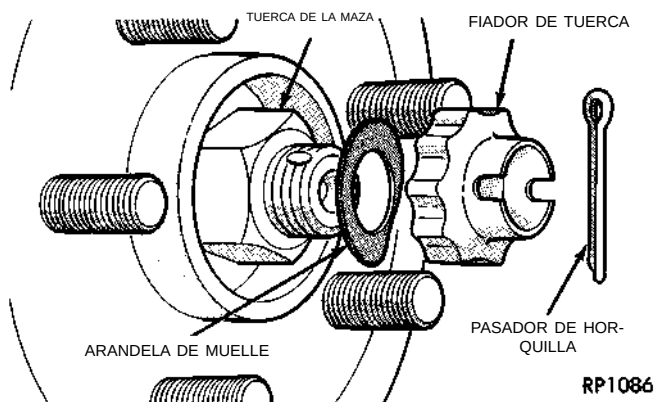
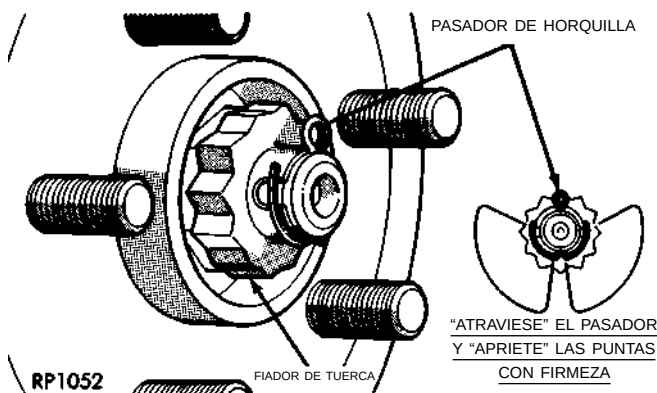

Fig. 30 Arandela de muelle, fiador de tuerca y pasador de horquilla nuevo
Fig. 31 Instalación correcta del pasador de horquilla
(12) Baje el vehículo.
(13) Instale la arandela de muelle, el fiador de tuerca y un pasador de horquilla nuevo (Fig. 30). Apriete firmemente las puntas del pasador de horquilla alrededor del fiador de tuerca de la maza (Fig. 31).